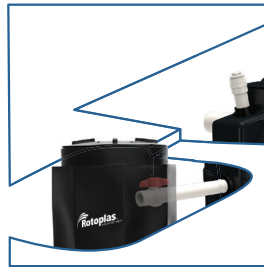

Figura 10. Instalación del Registro de Lodos.
1. Instala el Registro de Lodos en su posición final y alinea la entrada con el Biodigestor Autolimpiable **Plus+**. Después, rellena con tierra hasta la mitad del Registro de Lodos (ver Figura 10).